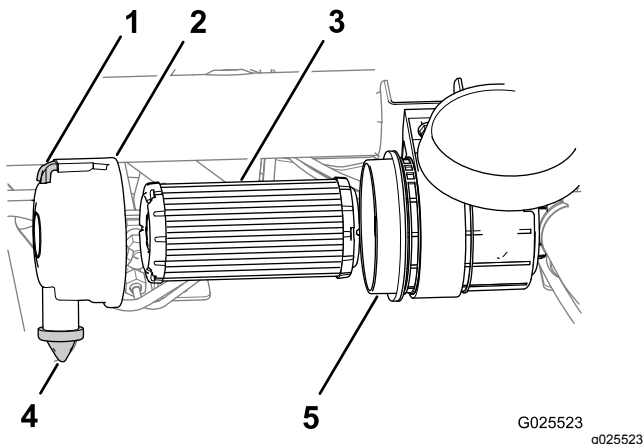

図 40
1. ラッチを引いて外し、カバーを左にひねってポディーからはずす 図 40。
3. ハウジングからエアフィルタを外す 図 40。
4. エアフィルタのカバーとハウジングの内部をきれいに拭く 図 40。
5. カバーについているゴム製のダストバルブを取り外す 図 40。
6. エアクリーナのカバーについている異物排出ポートとダストバルブの内部を清掃し、ダストバルブを元通りに取り付ける 図 40。
8. エアフィルタをボディ内部にしっかり取り付ける。Elementの外側のリムを軽く押さえて確実にハウジングに密着させる 図 40。
9. エアフィルタのカバーをダストバルブの6時の位置カバーの左側から見た時の位置に合わせる 図 40)。
10. エアフィルタにラッチを掛けて固定する 図 40。